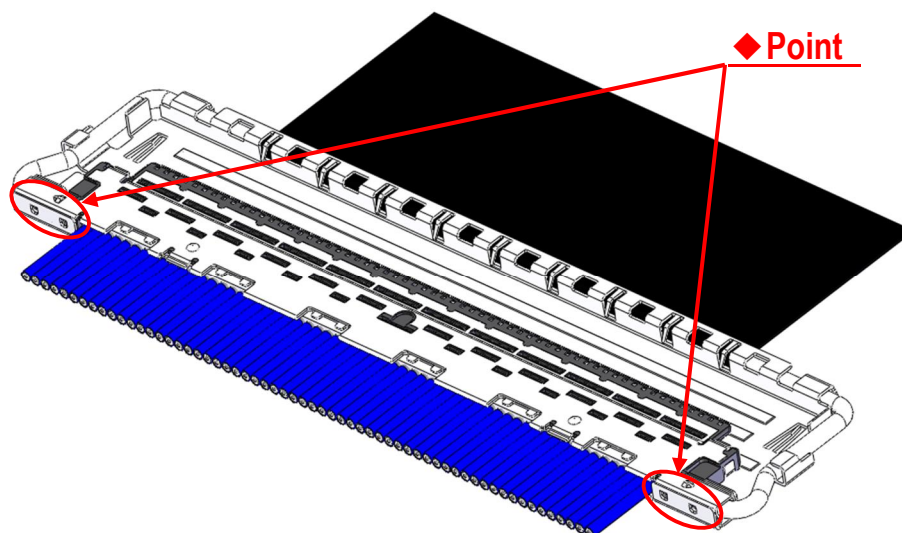

Fig.11 Soldering of Shell-A and Shell-B
- ⑤ Shell-A と Shell-B を半田コテにて全箇所半田付けすることを推奨する。 (Fig.11 ◆部)